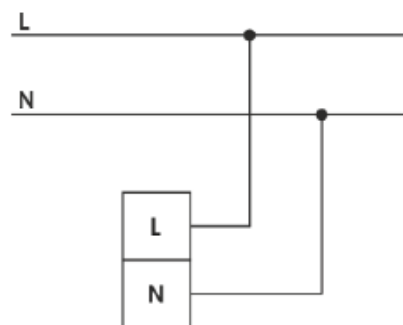

Рис.2
- 2.2 Смонтируйте на опорную поверхность втулки и скобу с помощью саморезов. Заведите тросы в держатели и зафиксируйте их на втулках (Рис. 2).